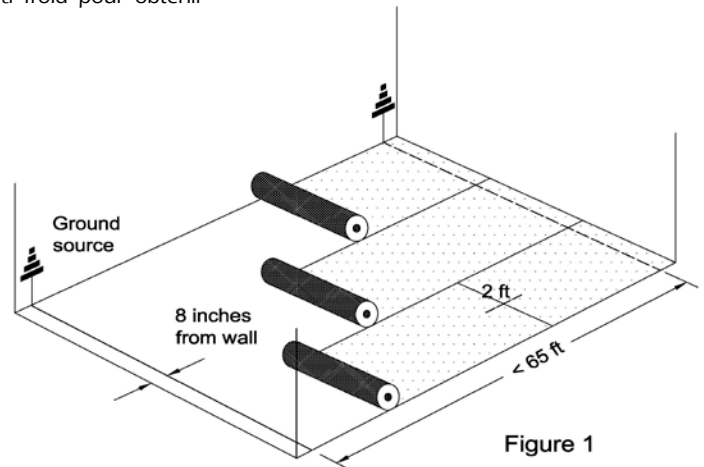

Figure 1
**g.** Repliez les lés et installez les bandes de mise à la terre en cuivre tel qu'illustré à la figure 1. Une bande de mise à la terre en cuivre doit être placée sur la largeur des lés à environ 20 cm (8 po) du mur. Les bandes de mise à la terre en cuivre doivent se prolonger jusqu'au mur et vers une mise à la terre connue.
**h.** Tous les joints d'extrémité ou dans le sens de la largeur doivent posséder une section de bande de mise à la terre en cuivre de 0,61 m (2 pi) tel qu'illustré à la Fig. 1.